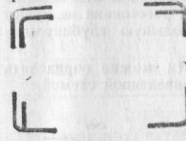

Рис. 10.
6.4. Фотографирование. Наблюдая в видоискатель 18, направить фотоаппарат на снимаемый объект так, чтобы он разместился внутри светящихся рамок видоискателя. Если объект находится на расстоянии ближе 3 м, то границы кадра определяются с использованием параллактических отметок, находящихся внутри светящейся рамки (рис. 10).